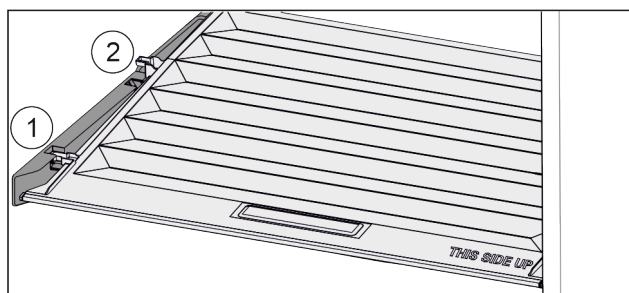

Fig. 134
- ▶ Vytáhněte víko dopředu až k otvoru v přídržných dílech Fig. 134 (1).
- ▶ Vzadu zespodu nadzvedněte a vyjměte směrem nahoru Fig. 134 (2).